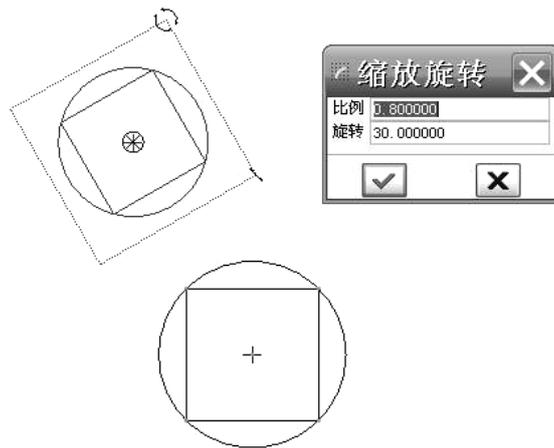

图 2-26 复制图元
- (1) 选择欲复制的图元。
- (2) 单击草绘命令工具栏中的按钮,显示如图 2-26 所示的【缩放旋转】对话框,设定复制对象的【比例】为“0.8”及【旋转】角度为“30°”。
- (3) 绘制区域出现新的复制图元,拖动位于中心位置的控制点,在新的位置处单击鼠标左键即完成复制。